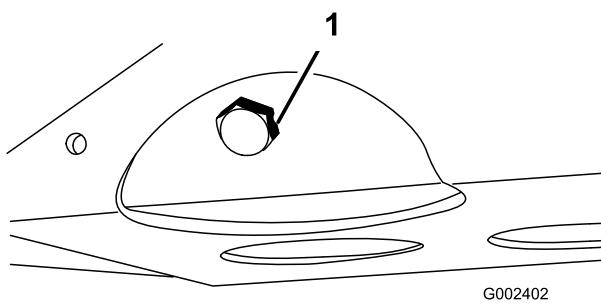

Figura 44
2. Retire o tampão de escoamento e deixe o óleo escorrer para um recipiente adequado (Figura 44).